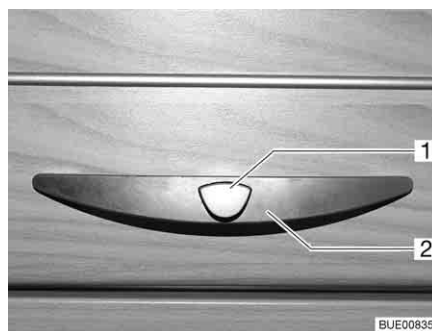

Fig. 40 Sportello del mobile con bottone automatico
- Esercitare una pressione sulla parte interna della serratura. Il bottone a pressione scatta all'infuori (Fig. 40).